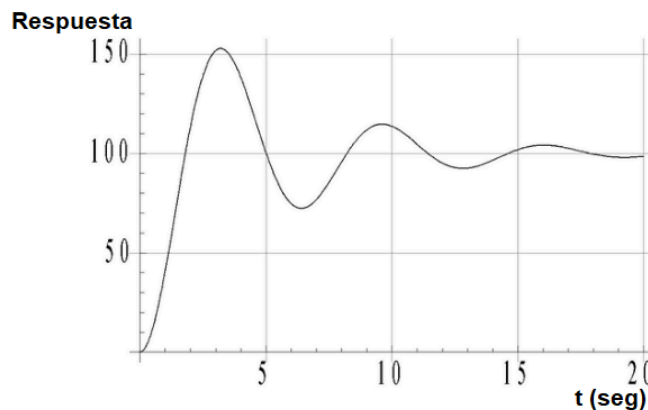

Figura 2
4. La figura 2 muestra la respuesta de un sistema de segundo orden a un escalón unitario de entrada. Identifique la función transferencia correspondiente, calculando todos sus parámetros.